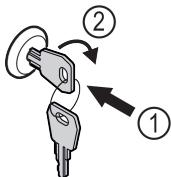

Fig. 132
- Вдавити ключ Fig. 132 (1).
- Повернути ключ на 90° за годинниковою стрілкою Fig. 132 (2).